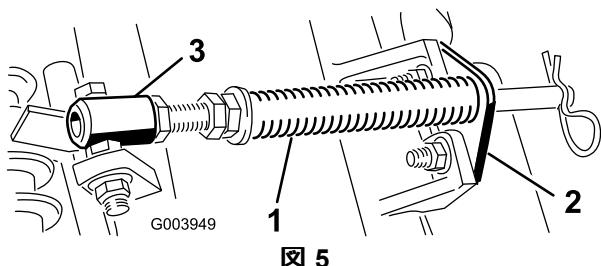

図 5
- A. カッティングユニットのタブにロッドブラケットを取り付けているキャリッジボルト2本を外す図5。
- B. スプリングチューブのボルトをキャリアフレームのタブに固定しているフランジナット図5を外し、アセンブリを取り外す。